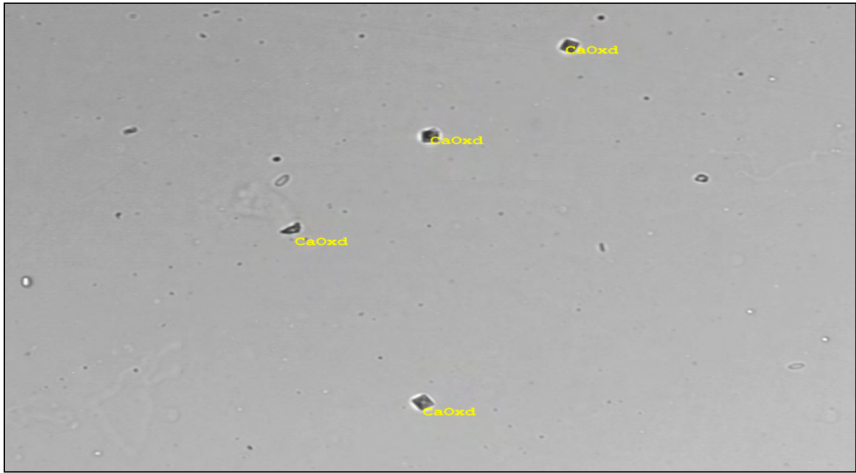

Figura 25. Imagen del campo visual de una imagen Normal evaluado y etiquetado automáticamente
- Las imágenes del campo visual que están poco pobladas de partículas, independientemente de si son negativas o patológicas, se consideran **Normal** (consulte **Figura 25**) —tienen un **No** en su columna **Para revisar** de la lista de imágenes. La mayoría de imágenes del campo visual son de este tipo.